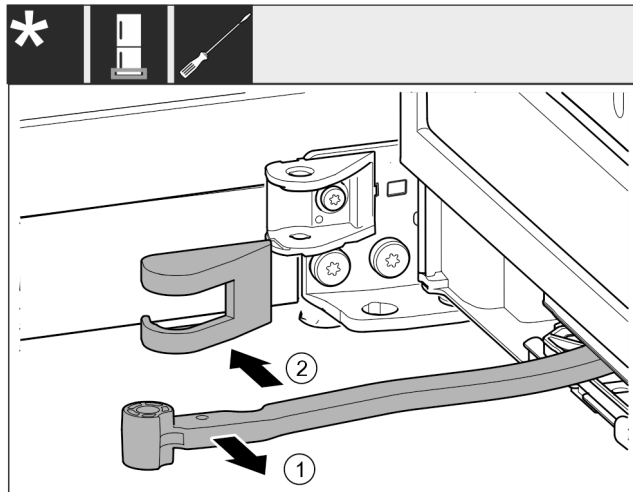

Fig. 15
- ▶ Okrenite zglob Fig. 15 (1) u smjeru vrata.
- ▶ Skinite pokrov podloška ležaja Fig. 15 (2).